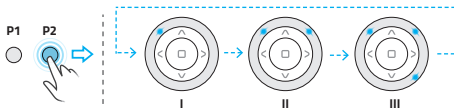

Abb. 13
2. Drücken Sie die P2-Funktionstaste auf der Rückseite des Reglers - Abb. 13.